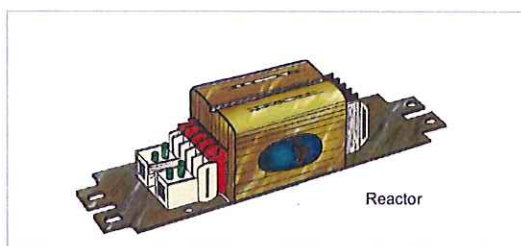

Fig. 9
5. Si se cambia el reactor tener el cuidado en instalar el nuevo en la misma posición que el dañado, asegurándose de conservar la misma polaridad de los circuitos y el ajuste de los contactos (Fig. 9).